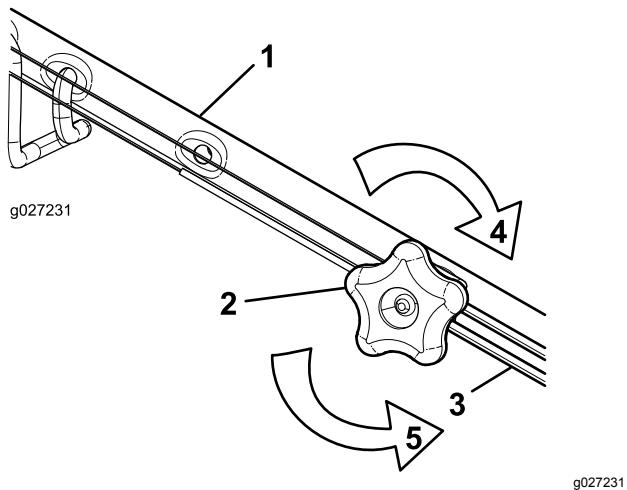

Figura 41
1. Girate la manopola di regolazione in senso antiorario per allentare la regolazione del cavo (Figura 41).
- Regolate la tensione del cavo (Figura 41) tirandolo indietro o spingendolo in avanti e mantenendo quella posizione.